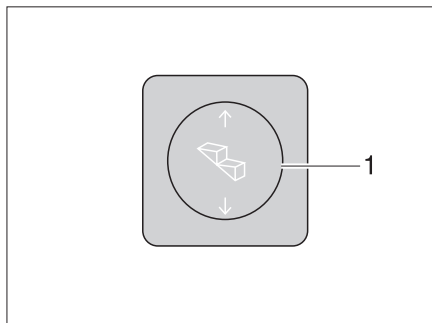

Bild 10 Bedieneschalter Eintrittstufe
**Ausfahren:** ■ Wippschalter (Bild 10,1) unten drücken, bis die Eintrittstufe vollständig ausgefahren ist.
**Einfahren:** ■ Wippschalter (Bild 10,1) oben drücken, bis die Eintrittstufe vollständig eingefahren ist.